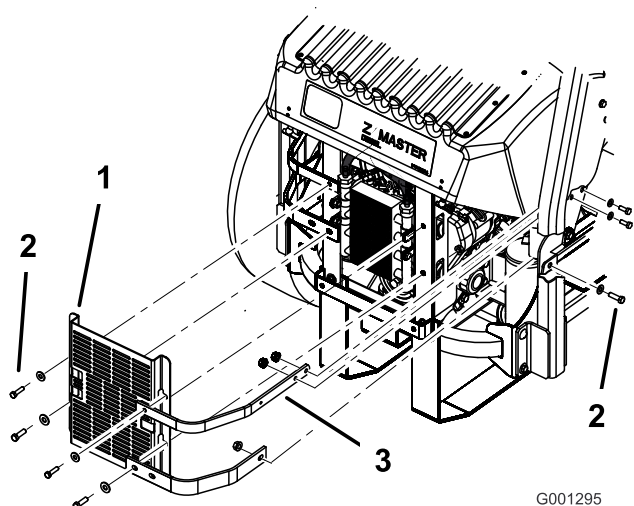

Figura 60
3. Retire los 4 pernos que fijan el protector del enfriador de aceite al bastidor trasero (Figura 60).
4. Retire los 3 pernos que fijan las bridas del motor al lateral de la máquina (Figura 60).
- Instale el protector del enfriador de aceite y las bridas del motor al bastidor trasero con los 4 pernos que retiró anteriormente (Figura 60).
- Instale las bridas del motor en el lateral de la máquina (Figura 60).